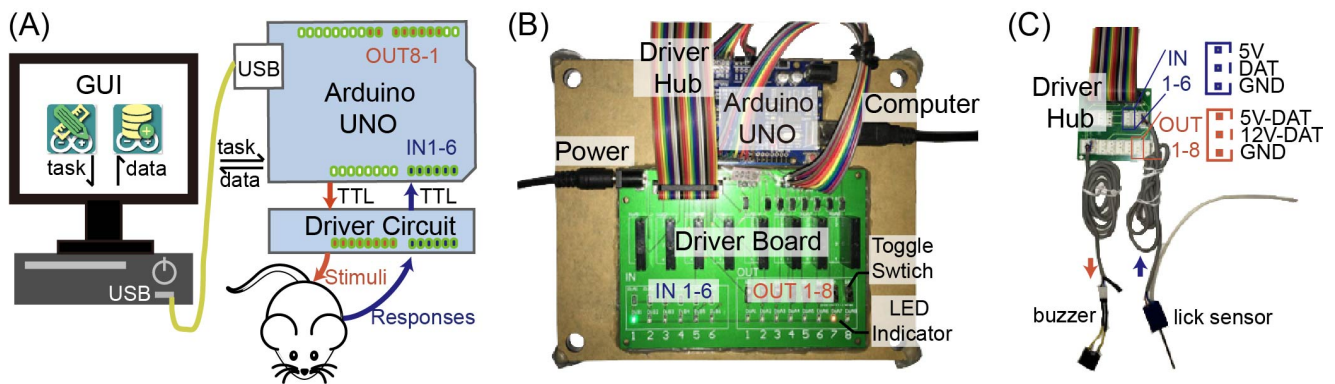

Figure 1
副图 1. ArControl记录器和数据采集. (A) ArControl记录器的界面。(B) ArControl记录器的串口监视器。(c) 同步生成的数据文件，记录了包含 状态机/输入通道/输出通道 的状态更迭。